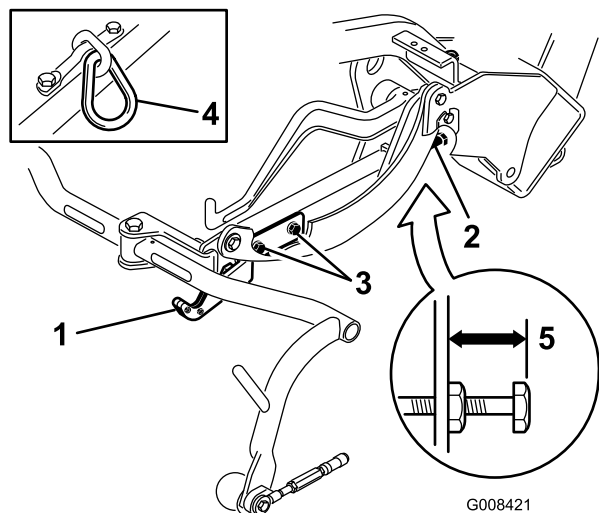
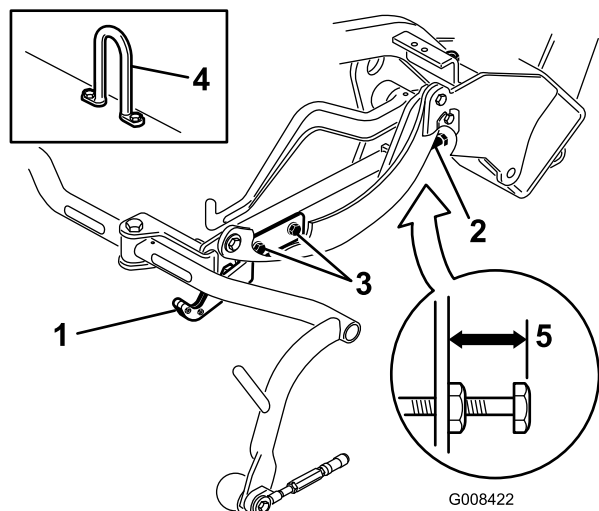

図 12
図 13
移動走行時の高さを調べ図 12と図 13、必要に応じて調整する。
3. チェーンリンクまたはストレートリフトフック図 12と図 13、挿入図のついているカッティングユニットでは、キャリアフレーム調整ねじの上端からキャリアフレームの背面までの距離が 22 mm になっていることを確認する。距離が 22 mm でない場合には手順4 へ進む。オフセットリフトリンク図 11のついているカッティングユニットの場合は、次のステップに進む。
4. 移動走行プレート取り付けねじをゆるめる図 12と図 13と図 11。
7. キャリアフレームの高さが同じでない場合には、キャリアフレーム調整ねじについているジャムナットをゆるめる図 11と図 12と図 13。高くするにはねじを外方向にまわし、低くするには内方向にまわす。調整ができたならジャムナットを締めて調整を固定する。